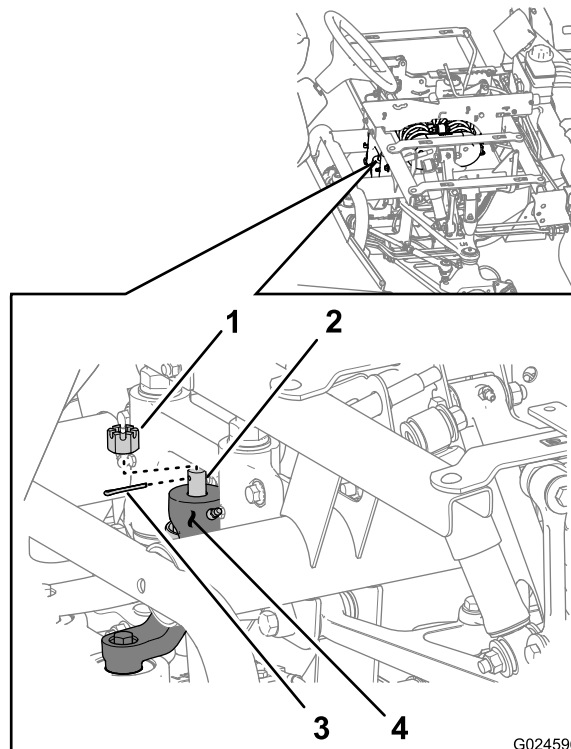

Figura 21
4. Rimuovete la coppiglia che fissa il dado a corona al giunto a sfera anteriore del cilindro dello sterzo (all'altezza della leva di rinvio), quindi rimuovete il dado a corona (Figura 21).
5. Fissate il giunto a sfera nella parte anteriore del cilindro dello sterzo alla leva di rinvio con il dado a corona (Figura 21).
7. Serrate i dadi a corona con la coppiglia (Figura 21 e Figura 22) che avete rimosso al passaggio 4 della sezione Sostituzione del cilindro dello sterzo (pagina 8).